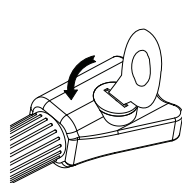

Fig.1
- Gire a tampa da bateria no sentido anti-horário com a chave inglesa 1 (fig.1) e, em seguida, remova-a